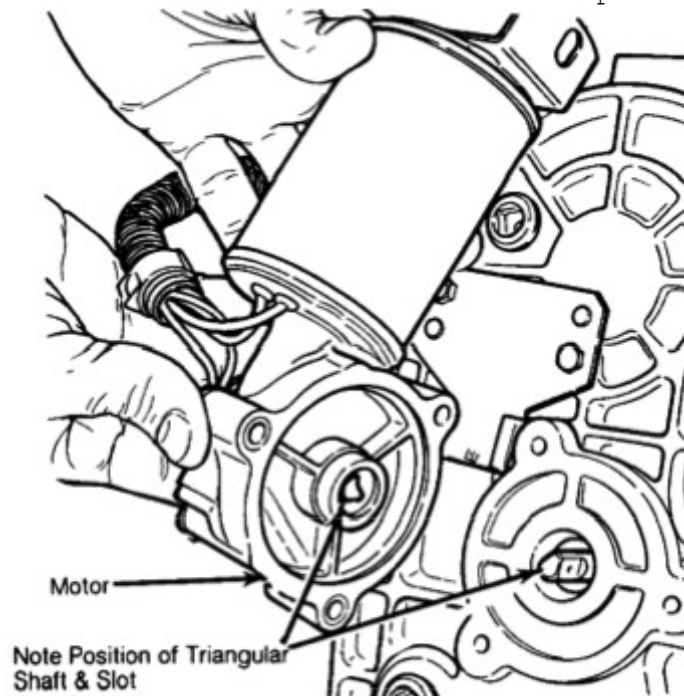

Fig. 12: Vista do atuador da tração e eixo de alinhamento.
- 3) Remova o parafuso do suporte do sensor de velocidade, suporte e o sensor. Veja fig. 1. Remova os 3 parafusos do atuador elétrico e o atuador. Note o posicionamento do eixo triangular na caixa e o rasgo triangular no motor elétrico. Veja fig. 12.